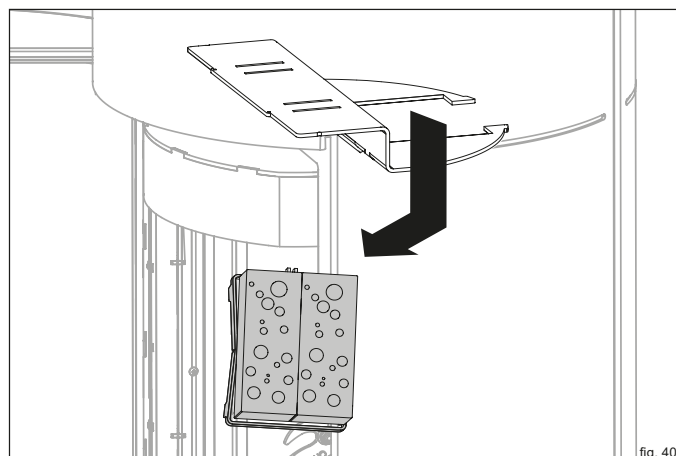

fig. 40
- Estrarre l'unità dei catalizzatori dall'apertura (fig. 40).